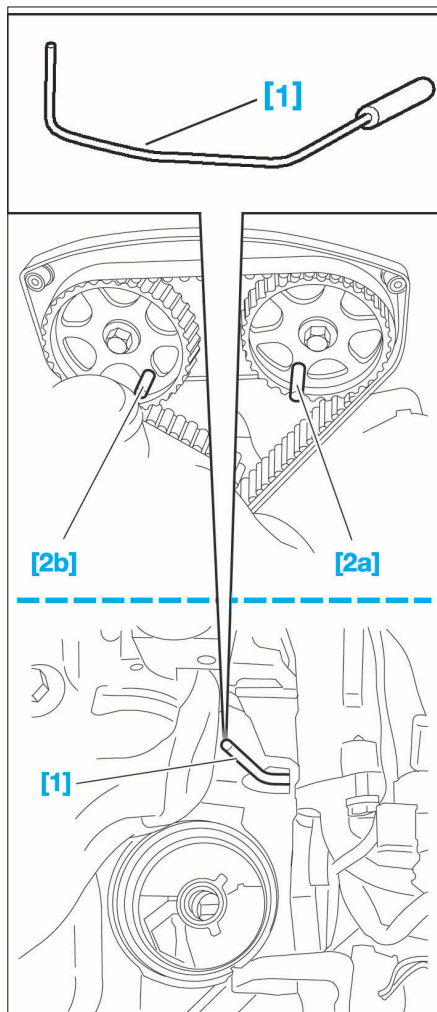

FIG. 19
- [1]. Outil de pigeage du volant moteur (ref : 0132-QY) (Fig.19).
- [2a]. Outil de pigeage d'arbre à cames d'échappement (Fig.19).
- [2b]. Outil de pigeage d'arbre à cames d'admission (Fig.19).
- Tourner le moteur dans le sens normal de rotation par la vis de roue dentée de vilebrequin ou par la roue avant restante en place, rapport de 4° ou 5° engagé, de façon à pouvoir introduire une pige [1] de Ø 6 mm (Fig.19) dans le volant moteur, à travers le bloc-cylindres.